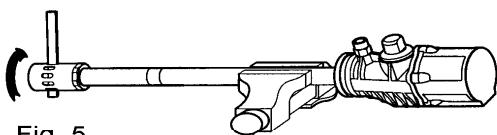

Fig. 5
1. Attach the pump to a vice in horizontal position, grabbing it by the suction tube (47).
2. Unscrew the intake filter tube (60) from the intake filter head (57) (fig. 5).
1. Fäst pumpen i ett skruvståd horisontalt med fästpunkt över pumpröret (47).
2. Skruva loss inloppsröret (60) från inloppsfiltret (57) (Fig. 5).